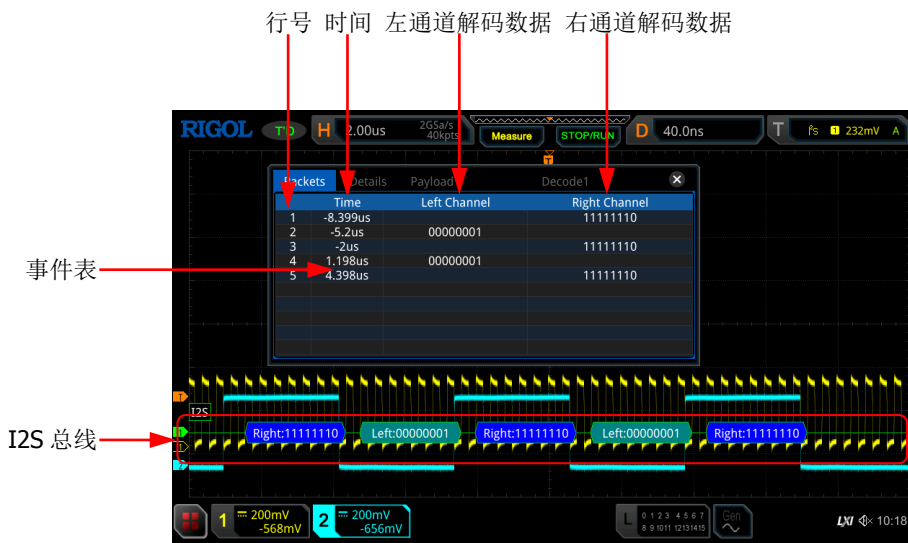

图 11-14 I2S 解码事件表
- 打开或关闭事件表：连续按 **事件表** 键，打开或关闭事件表显示。打开事件表，屏幕弹出如图 11-14 所示的事件表。您也可以使用触摸屏功能触摸事件表右上方的图标  关闭事件表功能。另外，当运行状态为“STOP”时，您还可以旋转多功能旋钮  选择指定行并查看相应的解码信息。